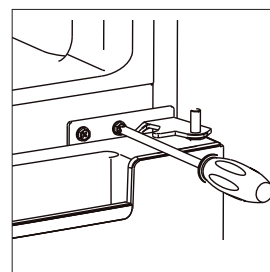

Fig. 8
- ▶ Fjern det mellemste hængsel (6) ved at løsne skrueerne (fig. 8). Fjern ligeledes spændeskiverne, og læg dem et sikkert sted til senere anvendelse.
- ▶ Løft fryseskabsdøren (7) af det nederste hængsel, og stil den til side sikret mod væltning, på et blødt underlag for at undgå ridser.
- ▶ Fjern blindproppen fra hængselsbøsningen på venstre side af fryseskabsdøren (7), ved at du f.eks. løfter den ud med en kærveskrue-trækker. Anbring blindproppen i hængselsbøsningen på højre side igen.